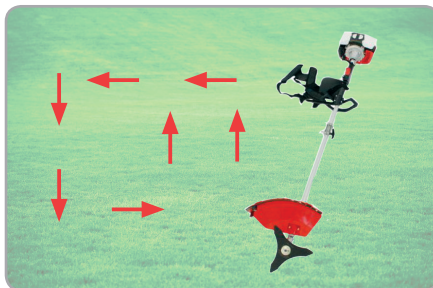

Fig.10
- Începeți să cosiți din punctul cel mai exterior al suprafeței, totodată alegeți-vă modul de cosit, puteți cosi spre dreapta sau stânga. Este recomandat să nu cosiți în ambele sensuri, deoarece riscați să călcați fânul cosit în sensul de întoarcere, conform (fig.10).